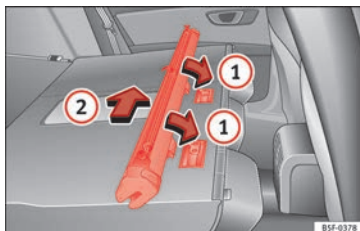

Fig. 173 Montaggio della rete divisoria sugli schienali del sedile posteriore.
- Posizionare la scatola della rete nelle rientranze della guida seguendo la direzione indicata dalle frecce »» **fig. 173** ①.
- Spingere la scatola verso il lato sinistro del veicolo nel senso della freccia »» **fig. 173** ② fino a fine corsa.
- Tirare la scatola della rete spostandola di circa 5 cm in senso contrario a quello indicato dalla freccia »» fig. 173 ②.
- Estrarre la scatola dalla guida tirando in direzione contraria rispetto alle frecce »» fig. 173 ①.